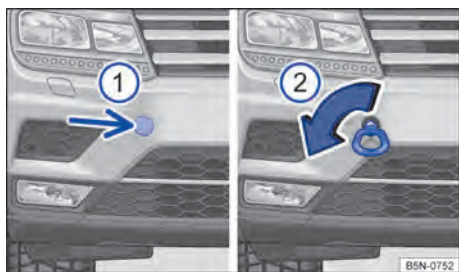

Fig. 213 No para-choque dianteiro à direita: argola de reboque.
- Pressionar na área lateral da cobertura → Fig. 213 ① (seta) para soltar o encaixe da cobertura.
- Girar a argola de reboque → Fig. 213 ② tão firmemente quanto possível no sentido da seta para dentro do alojamento → ③. Utilizar um objeto apropriado com o qual a argola de reboque possa ser rosqueada totalmente e com firmeza no alojamento.
O alojamento para a argola de reboque rosqueável está localizado à direita do para-choque dianteiro, atrás de uma cobertura → Fig. 213.